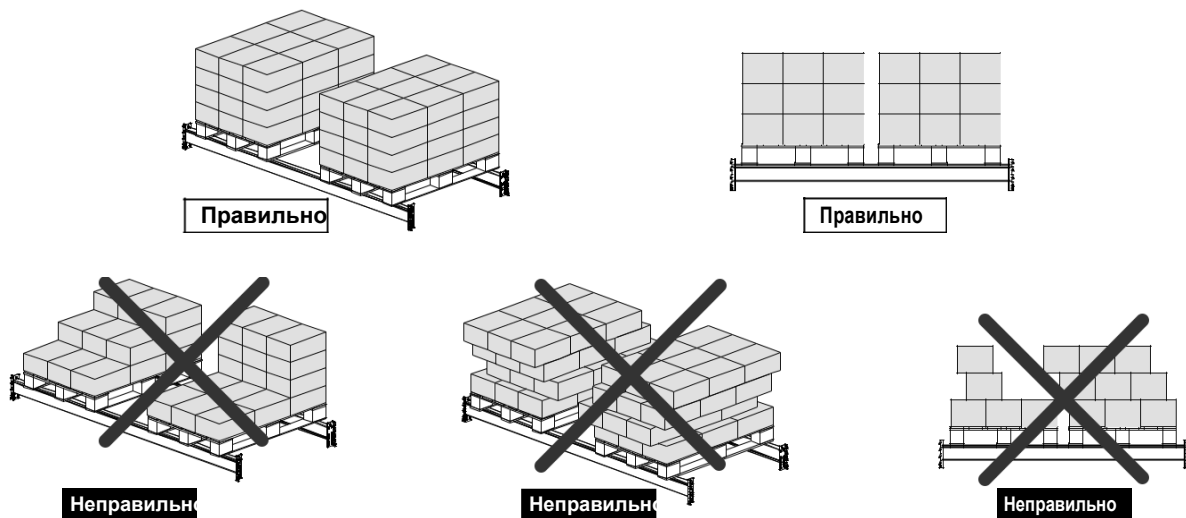

Рисунок 3 - Размещение груза на поддоне
- ▶ Груз должен быть равномерно распределен на поддоне (рис. 3);